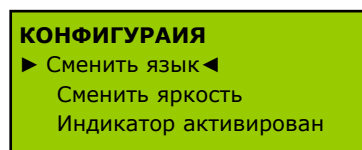

Рисунок 20.
- Закончив калибровку, нажмите педаль, чтобы вернуться в начало. См. Рис. 20